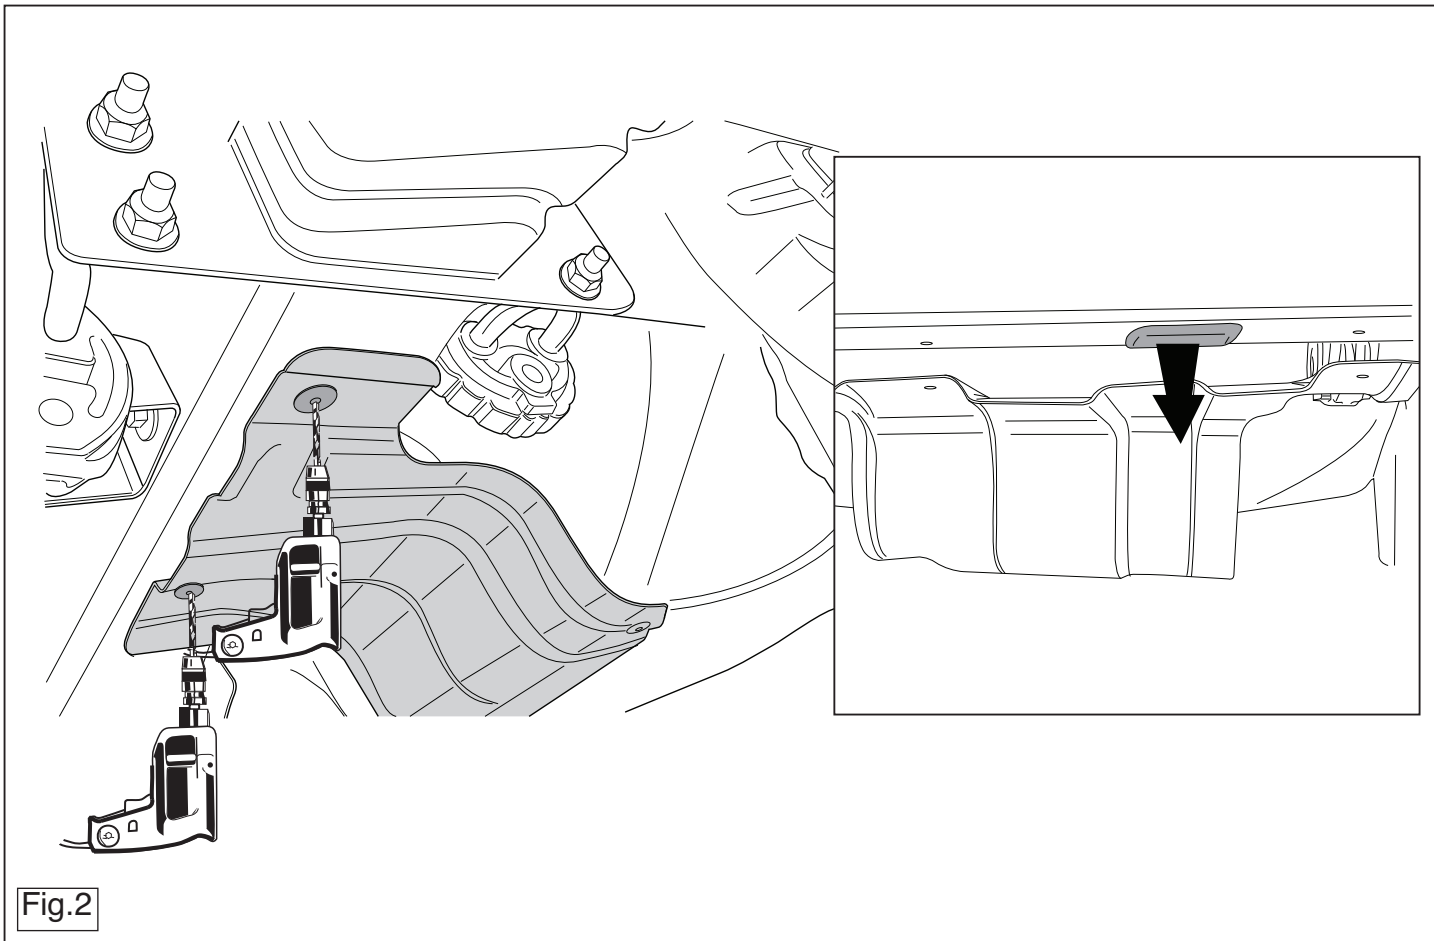

Fig.2
2. Снять последний глушитель выхлопа и теплозащитный экран. (См. рисунок 2).
3. Удалить резиновые пробки в указанных точках (см. рис. 2).